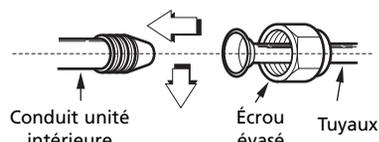

Fig. 19
- Serrer l'écrou évasé d'abord à la main puis à l'aide d'un tendeur et d'une clé dynamométrique comme illustré (voir fig. 18 et fig. 19).